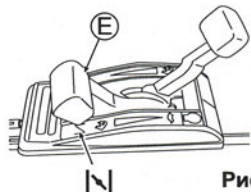

Рис. 5.
- 3 Установите рычаг газа (E) в положение закрытой заслонки "N". (См. рис. 5.) (Двигатель можно запустить, установив рычаг в положение "D", когда двигатель теплый.)